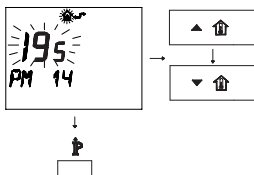

Fig. 2.49
- 4 Изменение запрограммированной **НАСТРОЙКИ** производится при помощи кнопок затем подождать, пока не начнет мигать запрограммированный номер ( Fig. 2.49).